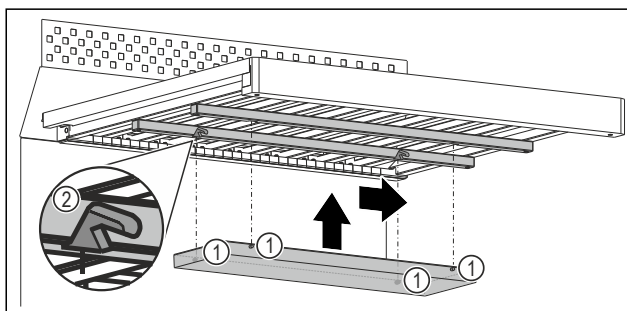

Fig. 105 Примерное изображение
- ▶ Установите каждый штифт Fig. 105 (1) в соответствующую выемку Fig. 105 (2) на направляющих под деревянной решеткой.